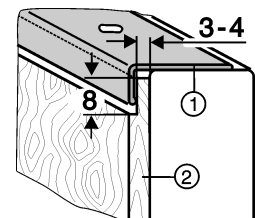

Fig. 10
- ▶ Товщі декоративні пластини Fig. 10 (2) можуть виступати макс. на 4 мм, як показано на малюнку.